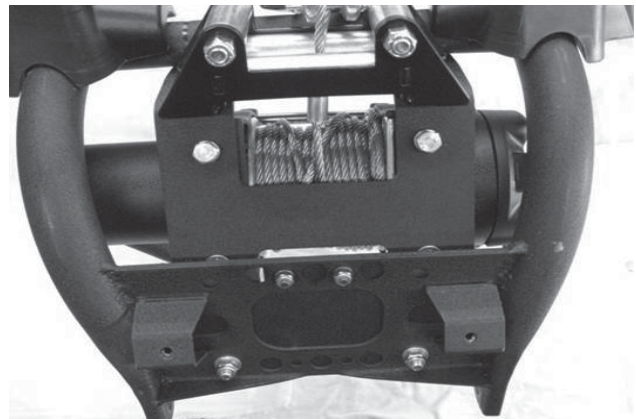

Figure 10
- Fixer le support de montage du treuil et le treuil à la barre d'appui à l'aide de deux boulons à tête hexagonale M8-1,25 x 20 mm, de rondelles plates et d'écrous hexagonaux de blocage M8-1,25 dans les deux trous de montage arrière. Dans les trous de montage avant, placer deux vis à tête hexagonale M6-1,0 x 18 mm, des rondelles plates et des écrous hexagonaux de blocage M6-1,0. (Figure 10)